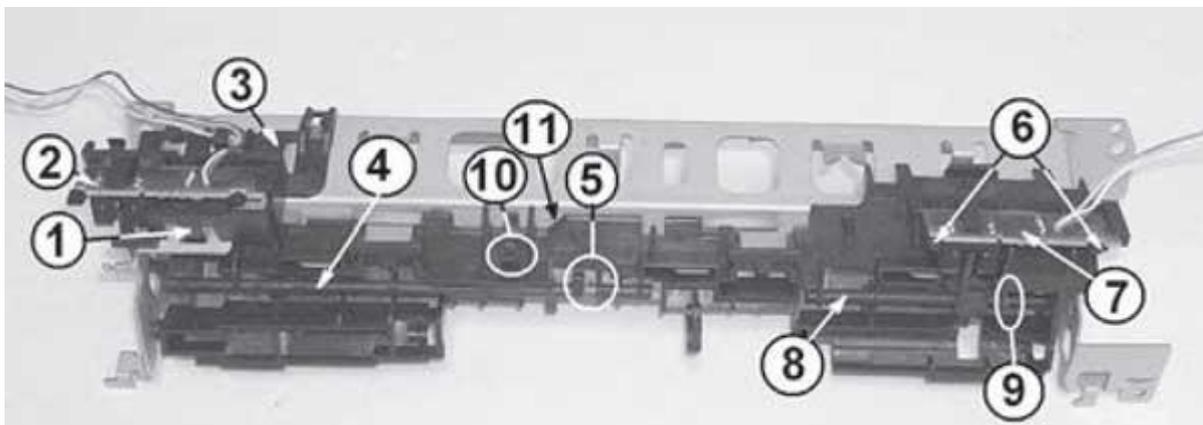

Рис. 17. Демонтаж выходного вала транспорта бумаги и датчиков
4. Нажимают на фиксатор (рис. 17, поз. 1) и снимают плату датчика выхода бумаги (поз. 2) в сборе с пластмассовым кронштейном ее крепления (поз. 3). Плата с кронштейна снимается после освобождения фиксаторов. Снимают флажок датчика выхода бумаги (поз. 4), предварительно запомнив расположение возвратной пружины (поз. 5). При снятии сначала снимают правую сторону оси флажка, затем левую.